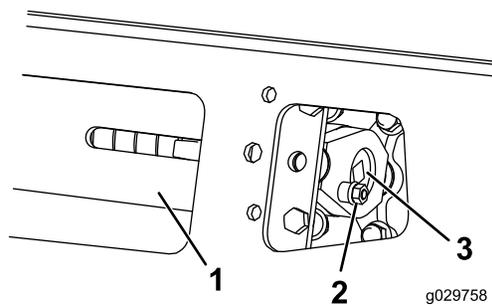
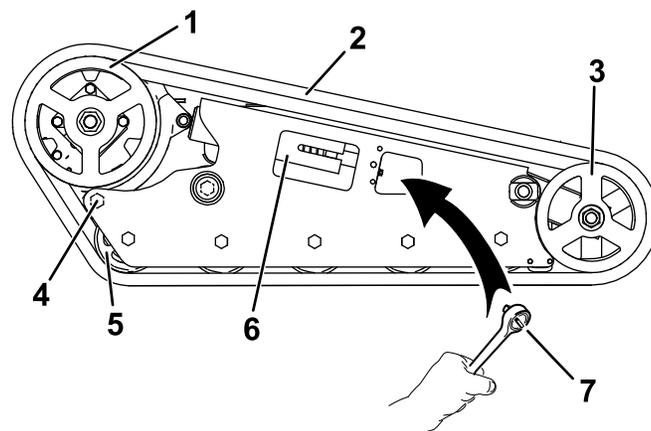

Рисунок 55
Рисунок 56
3. Отвинтите зажимной болт и гайку (Рисунок 55).
- Совместите ближайшую выемку в натяжном винте с отверстием в зажимном болте и закрепите винт при помощи зажимного болта и гайки (Рисунок 55).
- Ослабьте задний болт, расположенный возле ведущего колеса (Рисунок 56).
- Используя сменную головку размером 1/2 дюйма, ослабьте натяжение привода, вращая натяжной винт по часовой стрелке (Рисунок 55 и Рисунок 56).
- Когда гусеница будет снята с переднего катка, снимите ее с ведущего колеса и опорных катков (Рисунок 56).
- Начиная с ведущего колеса, проложите вокруг него новую гусеницу, убедившись, что выступы на гусенице входят в зазор между проставками на колесе (Рисунок 56).
- Протолкните гусеницу под опорные катки и одновременно между ними (Рисунок 56).